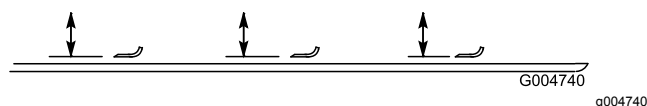

Figura 111
2. Girate la lama fino a disporla in parallelo con la lunghezza della macchina (Figura 111). Misurate la distanza tra l'interno dell'apparato di taglio e il tagliente sulla parte anteriore della lama. Ricordate questa misura.